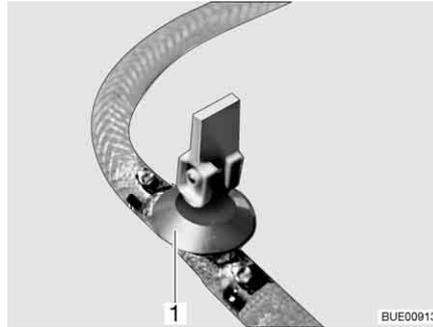

Fig. 168 Robinet de vidange (avec levier à bascule)
- Ouvrir tous les robinets de vidange. Placer pour ce faire le levier à bascule du robinet de vidange (Fig. 168,1) à la verticale.